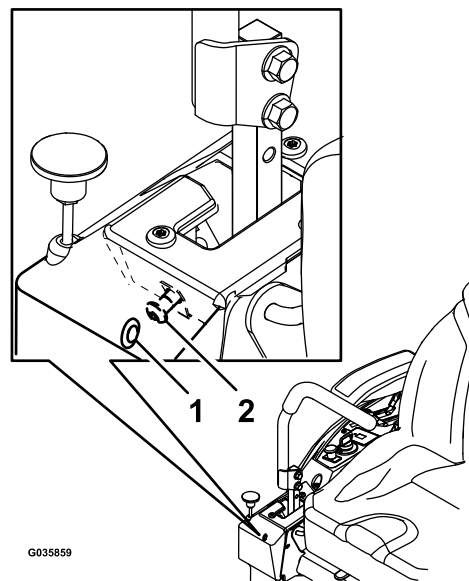

**Figura 55**
**Nota:** O aro superior da barra de segurança pode ter de ser empurrado para a frente ou puxado para trás para que ambos os manípulos fiquem engatados (Figura 54 e Figura 55).